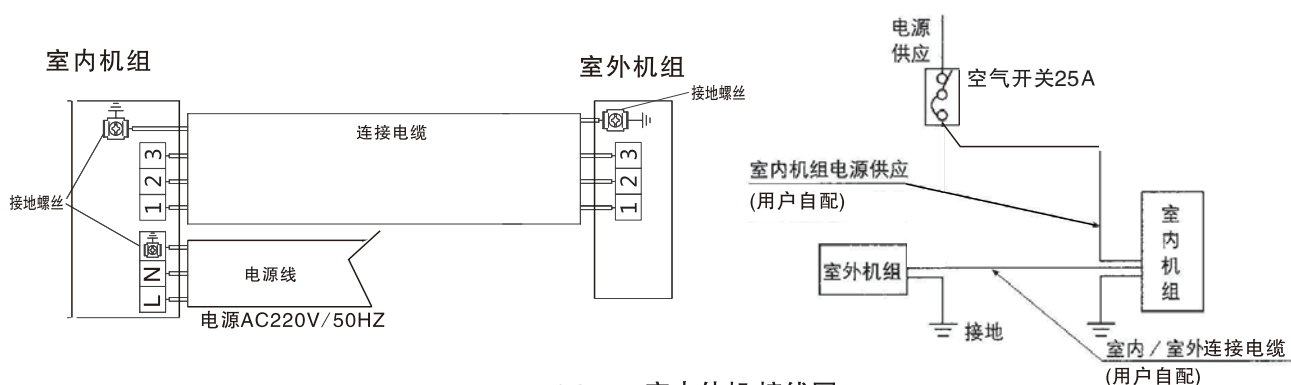

图23 室内外机接线图
- (1) 用附件连接电缆按接线图要求正确地连接室内外机组，绝对不可连接错误(如图23)。
- (2) 连接电缆必须用室内外机组上的附属电线压板压紧。